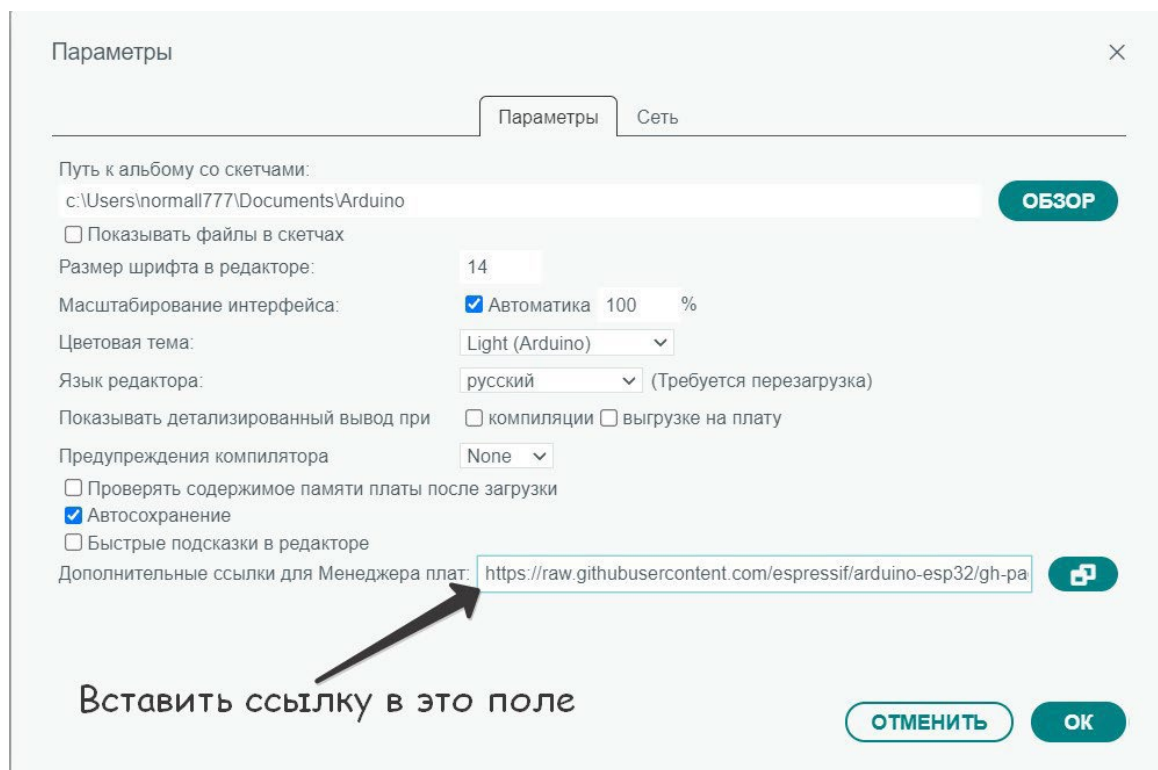

Рисунок 8. Окно Параметры, настройка источника для установки внешних плат в Arduino IDE
2. https://raw.githubusercontent.com/espressif/arduino-esp32/gh-pages/package_esp32_index.json Нажмите ОК (рис. 8).